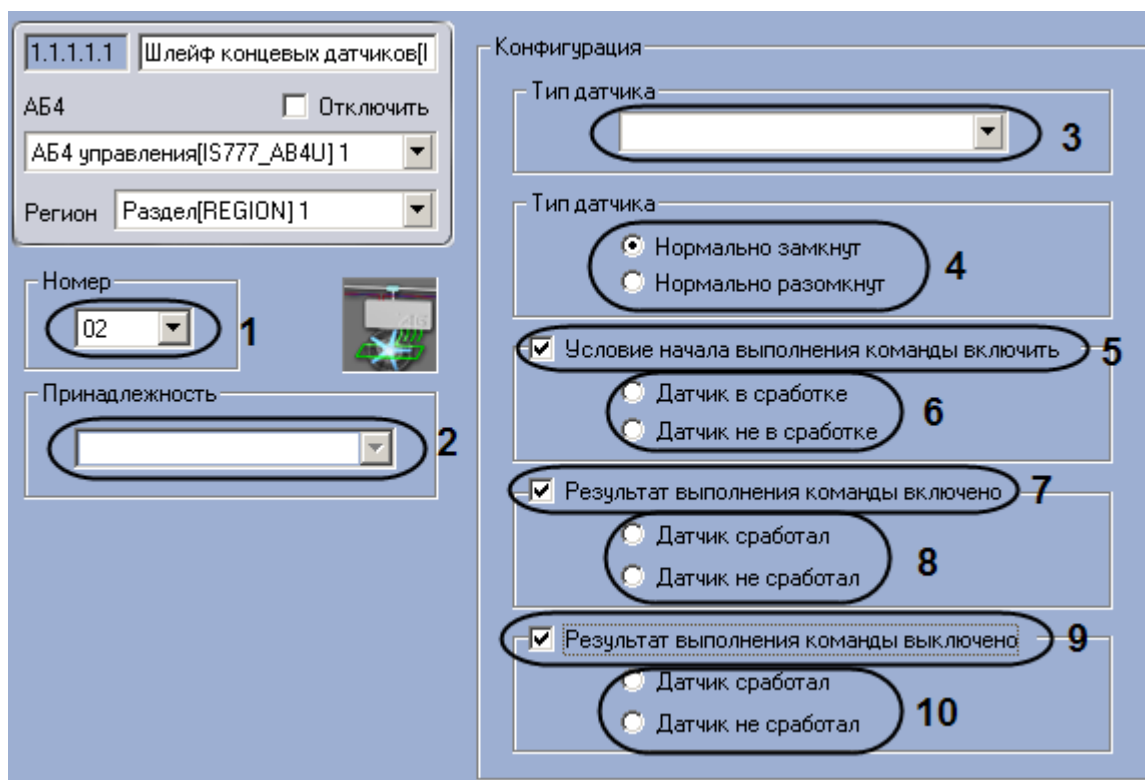

Рис. 3.8—12. Настройка шлейфа концевых датчиков
2. Из раскрывающегося списка **Номер** выбрать аппаратный адрес шлейфа концевых датчиков (см. Рис. 3.8—12, 1).
3. Из раскрывающегося списка **Принадлежность** выбрать объект **Зона пожаротушения**, к которому относится данный шлейф концевых датчиков (см. Рис. 3.8—12, **2**).